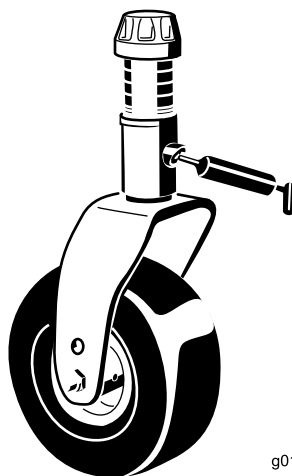

Figura 49
- Boccola (1 cad.) dell'asse della forcella della ruota orientabile (Figura 49)
- Cuscinetti dell'asse del perno (4)
- Boccole del perno del braccio di rinvio (1) (situate sotto il braccio di rinvio)